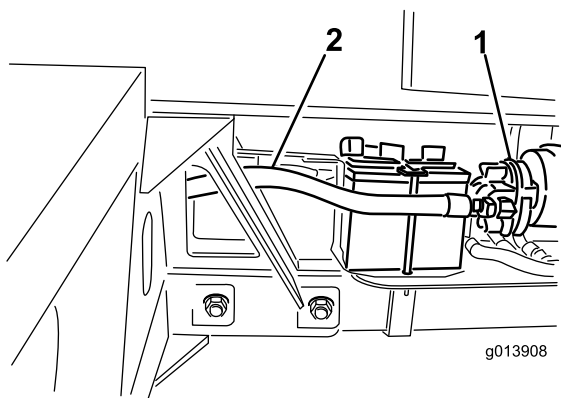

図 12
38. 油圧ホース #4 を油圧ポンプの吸い込み側に接続する (図 12)。